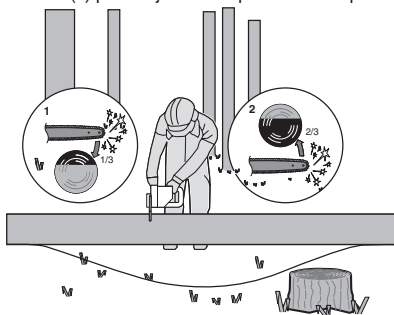

Figure 5
Lorsque le tronc est soutenu par les deux extrémités, comme illustré à la Figure 5, coupez 1/3 du diamètre depuis le haut (coupe par le haut) (1). Ensuite, pratiquez la coupe de finition depuis le bas sur les 2/3 inférieurs (2) pour rejoindre la première coupe.